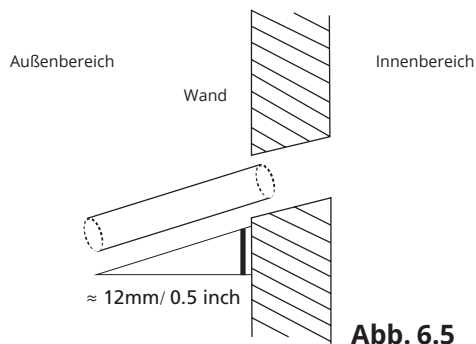

Abb. 6.5
- Bohren Sie mithilfe eines 65mm (2.5in) oder 90mm (3.54in) Kernbohrers ein Loch in die Wand. Stellen Sie sicher, dass Sie mit einer leichten Neigung nach unten bohren, sodass die Außenkante der Bohrung um etwa 12 mm (0,5 ") unter der Innenkante liegt. So wird der effektive Abfluss des Wassers gewährleistet (Siehe Abb. 6.5). Setzen Sie den Schutzmantel in die Bohrung. Somit werden die Enden der Bohrung geschützt und der Verschluss am Ende der Installationsarbeiten erleichtert.